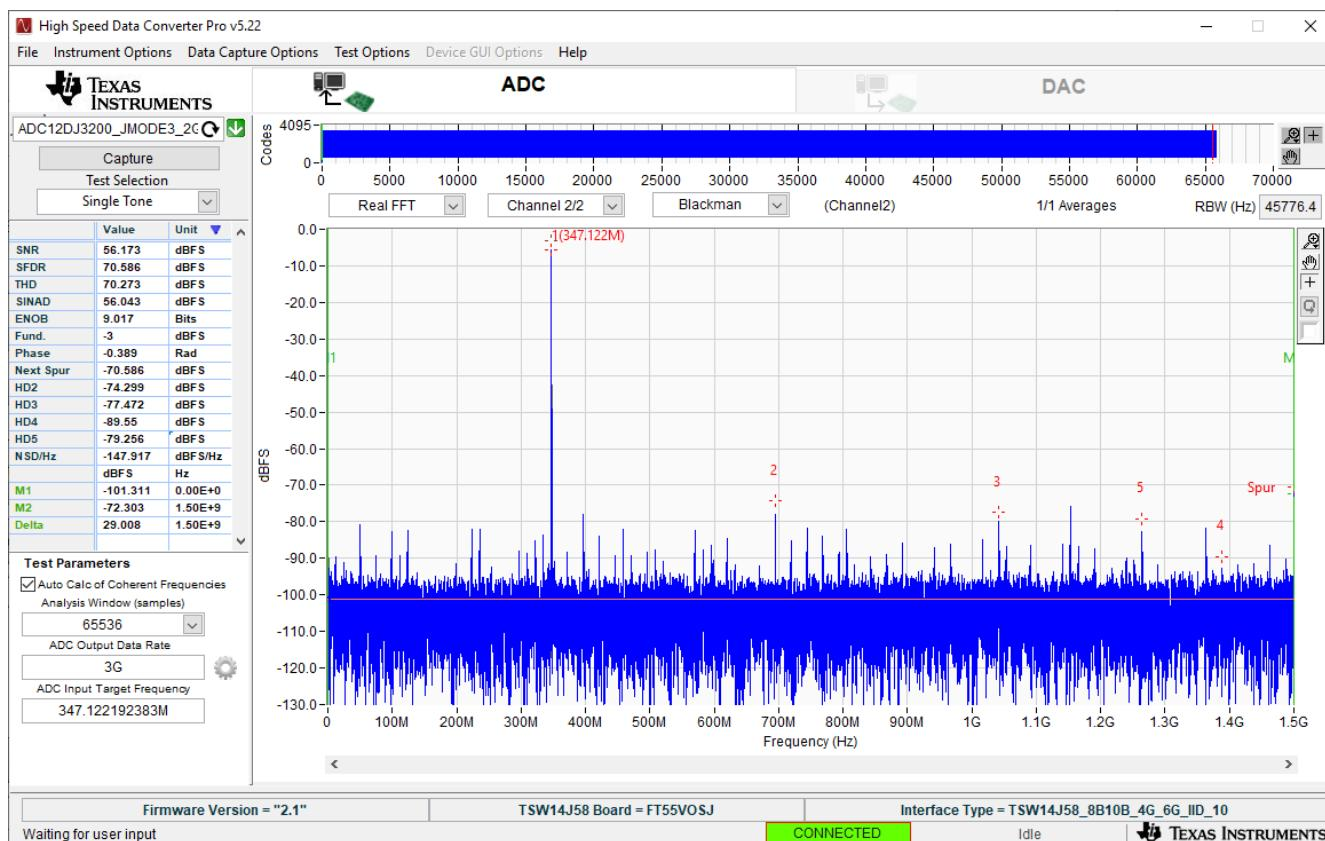

图 6-4. ADC12DJ3200 在 JMODE3 下以 3Gsp/s 采样率和 347MHz 输入信号运行
5. 选择要使用的采样点数（以及生成的 FFT 频段数）。图 6-4 中显示的示例具有 65536 个样本。
6. 输入 ADC12DJ3200 采样率。图 6-4 中显示的示例将采样率设置为 3Gsps。
7. 输入所需的输入频率。图 6-4 中显示的示例在 HSDC 专业版 FFT 图上将滤波输入频率设置为 347MHz 和 -3dBFs。
10. 观察与图 6-4 类似的 FFT 结果。